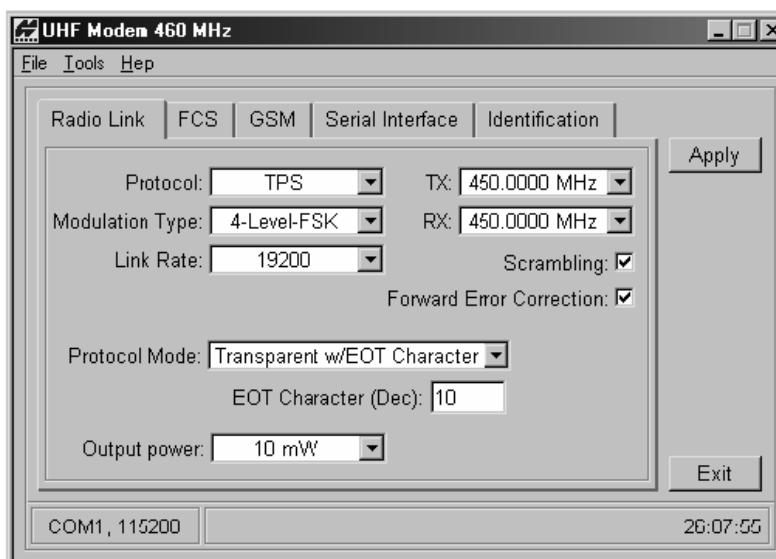

Рисунок 2-24 Пример выбора параметров линии передачи данных для подвижной станции
5. На вкладке *Radio Link* (радиоканал) установите следующие параметры радиомодема базовой станции (см рис. 2-24 на стр. 2-34):